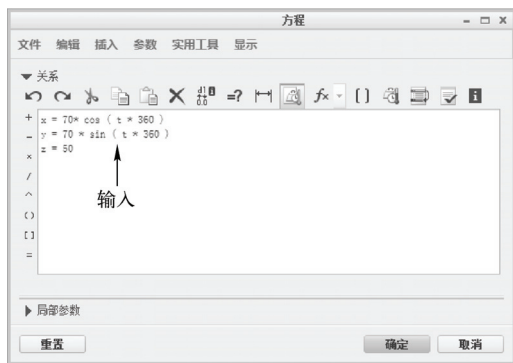

图 5-45 “方程”对话框
STEP 04 在绘图区中选择坐标系，单击“曲线：从方程”选项卡中的“方程”按钮，弹出“方程”对话框，输入曲线方程，如图 5-45 所示。